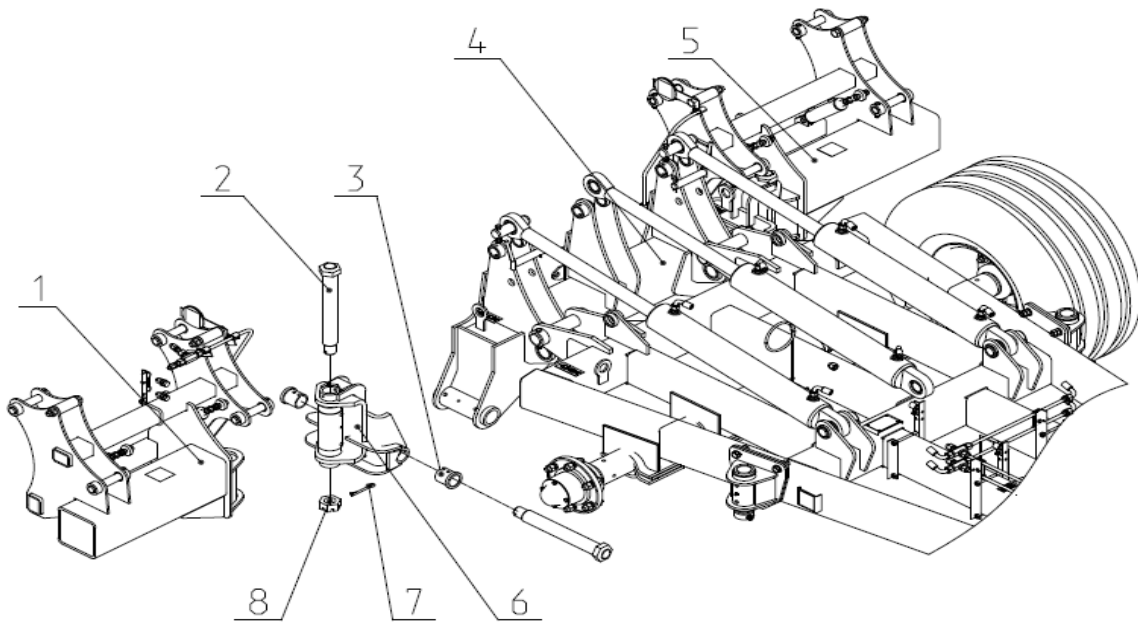

Рис.6 Сборка боковых балок.
2.4 Крестовина 6 (рис.6) служит для шарнирного закрепления боковых балок 1 и 5 к центральной балке 8.